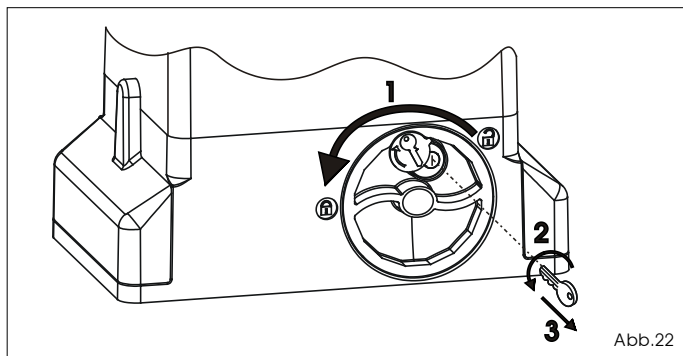

Abb.22
- 1) Das Entriegelungssystem gegen den Uhrzeigersinn bis zum Anschlag drehen (Abb. 22, Bez. 1).
- 2) Den Schlüssel gegen den Uhrzeigersinn drehen und abziehen (Abb. 22, Bez. 2 und 3).